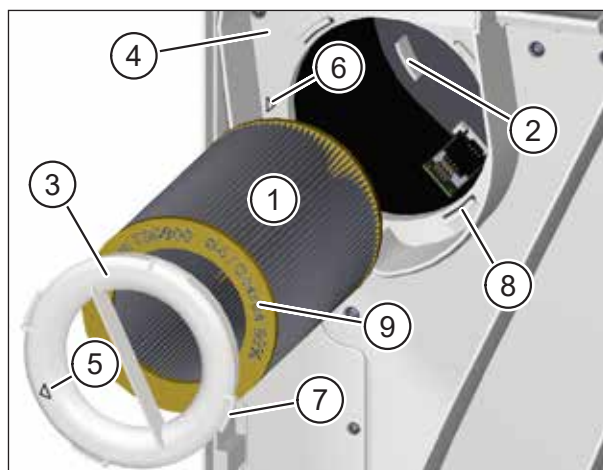

Abb. 18: Neuen Abluftfilter einsetzen
- Führen Sie den neuen Abluftfilter (Pos. 1 in Abb. 18) vorsichtig in das Lüftungsgerät ein.
- Achten Sie darauf, dass der Luftfilter in die 3 Haltenasen (Pos. 2 in Abb. 18) an der Rückwand des Lüftungsgerätes gleitet.
- Setzen Sie den Filterring (Pos. 3 in Abb. 18) auf den Abluftfilter auf. Achten Sie darauf, dass der Filterring plan auf der Zwischenplatte (Pos. 4 in Abb. 18) aufliegt.
- Drehen Sie den Filterring im Uhrzeigersinn, bis der Pfeil auf dem Filterring (Pos. 5 in Abb. 18) mit dem Pfeil der Arretierposition (Pos. 6 in Abb. 18) fluchtet. Achten Sie darauf, dass die 4 Nasen (Pos. 7 in Abb. 18) am Filterring in den Halterungen (Pos. 8 in Abb. 18) an der Zwischenplatte einrasten.
- Als Abluftfilter darf nur M-WRG-II FS, Art.-Nr. 750000, verwendet werden. Art.-Nr. und Luftfilterklasse sind auf der gelben Endscheibe des Luftfilters (Pos. 9 in Abb. 18) eingeprägt.